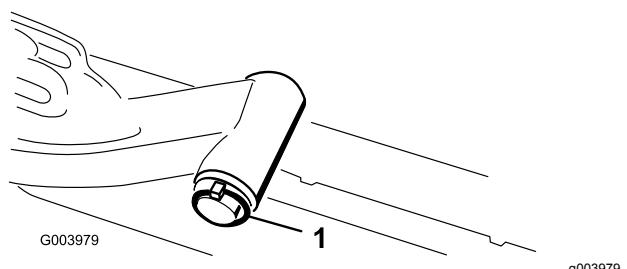

図 18
- A. 昇降アームのピボットシャフトを昇降アームに固定しているリンチピンとワッシャを外し、昇降アームからピボットシャフトを抜き出す図 18。
- C. 昇降アームのシャフトを昇降アームに通して、ワッシャとリンチピンで固定する 図 18。